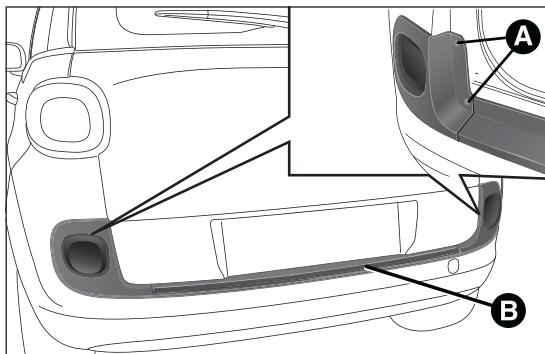

fig. 175
- ☐ aprire il bagagliaio, rimuovere la cornice di finizione, svitare le quattro viti di fissaggio A fig. 175 e rimuovere il gruppo ottico B;
- ☐ rimontare correttamente il gruppo ottico B fig. 175 avvitando le quattro viti di fissaggio A, quindi chiudere il bagagliaio.